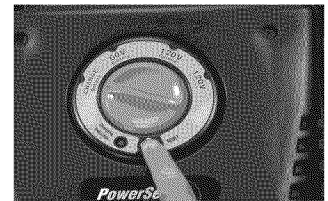

Figura 23 - Oprima el cortacircuitos
4. Presione el botón blanco del cortacircuitos para que entre en el bastidos para reconectar (vea la Figura 23). El botón debería quedarse deprimido cuando cuando lo suelte. Enchufe el cordón de potencia de la podadora en el cordón de extensión, si usa la potencia de 110V.